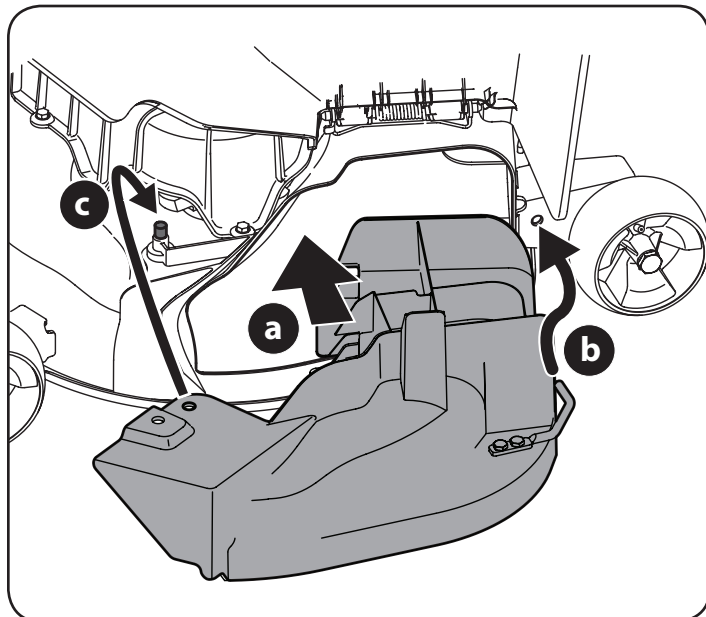

Figura 5
3. Para instalar el adaptador para abono, gire el canal de descarga hacia arriba y consulte la Figura 5: